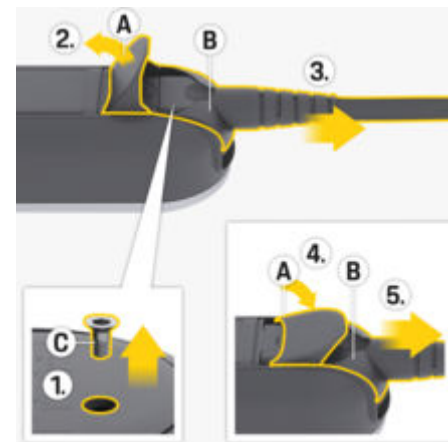

Fig. 49 Desconexión del cable de alimentación
1. Extraiga el tornillo **C** (Fig. 49) con una herramienta apropiada.
2. Abra completamente la cubierta **A** (Fig. 49).
3. Retire el enchufe **B** (Fig. 49) hasta que se sienta primero la resistencia.
4. Cierre la cubierta **A** (Fig. 49) a unos 15 grados (la tapa puede estar en contacto con el enchufe **B** (Fig. 49)).
5. Retire el enchufe **B** (Fig. 49) por completo.